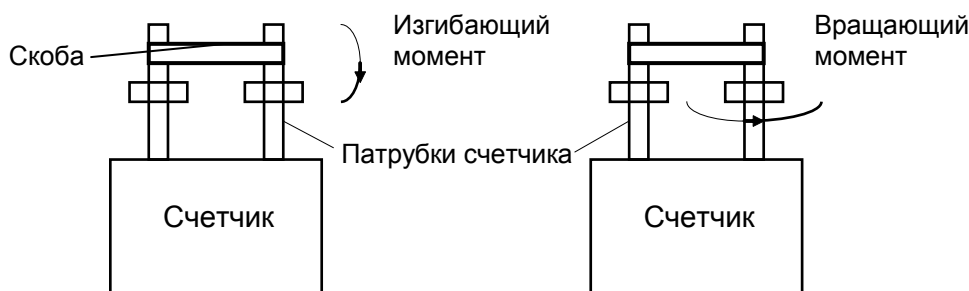

Рис. 2
- 4.1. На трубопровод должны быть приварены соосно с трубопроводом и параллельно друг другу две трубки с накидными гайками (для обеспечения соосности сварка проводится с помощью специального кондуктора). Для обеспечения заданного межосевого расстояния между трубами на трубопровод крепится скоба (см. рис. 2), которая воспринимает изгибающие усилия от трубопровода и обеспечивает отсутствие на патрубках счетчика изгибающих усилий.
- 4.7. При установке счетчика изгибающий момент, который может возникнуть на патрубках счетчика вследствие деформации трубопровода, не должен превышать 20 Н·м (см. рис. 2).
- 4.8. Затягивание накидных гаек необходимо выполнять динамометрическим ключом. Вращающий момент не должен превышать 70 Н·м (см. рис. 2).